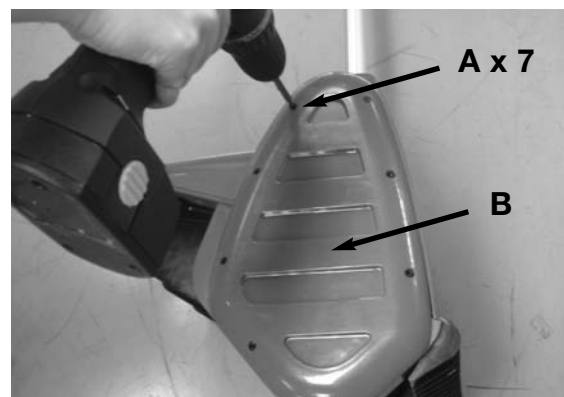

Fig. 7
1. Extraiga los 7 tornillos (A) de la cubierta de la cinta (B) utilizando una herramienta Torx #T20 o un destornillador de cabezal plano. (Fig. 7)